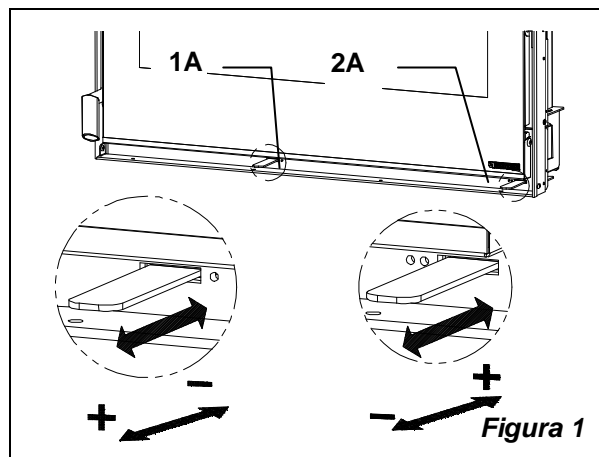

Figura 1
Sotto la porta del focolare a **sinistra** si trova la leva di comando del registro dell'aria primaria (Figura 1 pos.1A). Con questo registro viene regolato il passaggio dell'aria che entra nella parte bassa della stufa ed attraverso opportuni canali viene convogliato in direzione del combustibile. L'aria primaria è necessaria per il processo di combustione in fase di accensione. Il cassetto cenere deve essere svuotato regolarmente in modo che la cenere non possa ostacolare l'entrata dell'aria primaria.
Sotto la porta del focolare a **destra** si trova la leva dell'aria secondaria ( Figura 1 pos.2A).
Quando la leva è tutta inserita il passaggio dell'aria è tutto aperto (Figura 1 pos.2A).